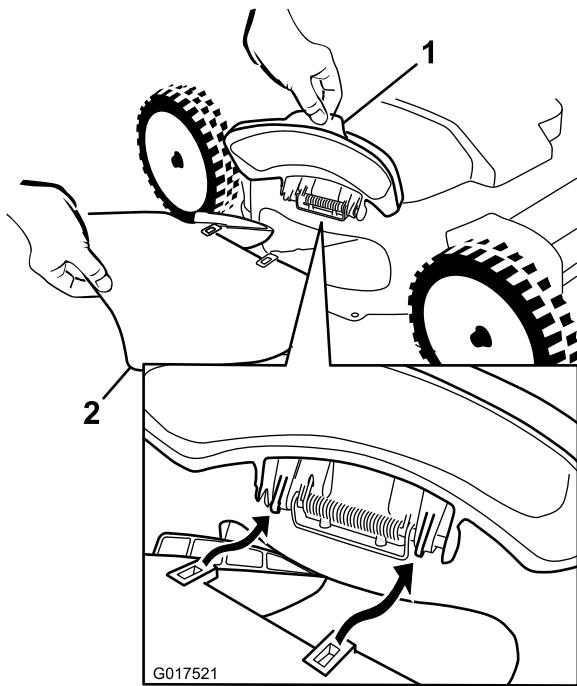
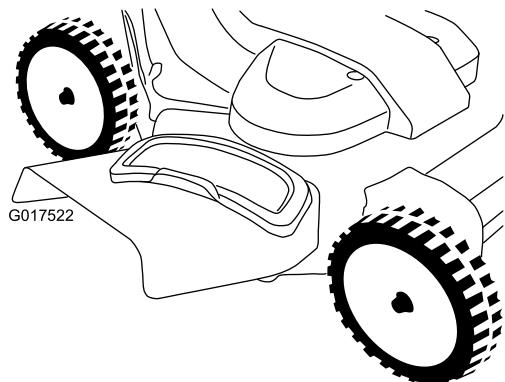

Bild 27
Bild 28
1. Öffnen Sie das Seitauswurfablenkblech (Bild 27).
2. Befestigen Sie den Seitauswurfkanal, wie in Bild 27 und Bild 28 dargestellt, und schließen Sie das Ablenkblech auf dem Auswurfkanal.